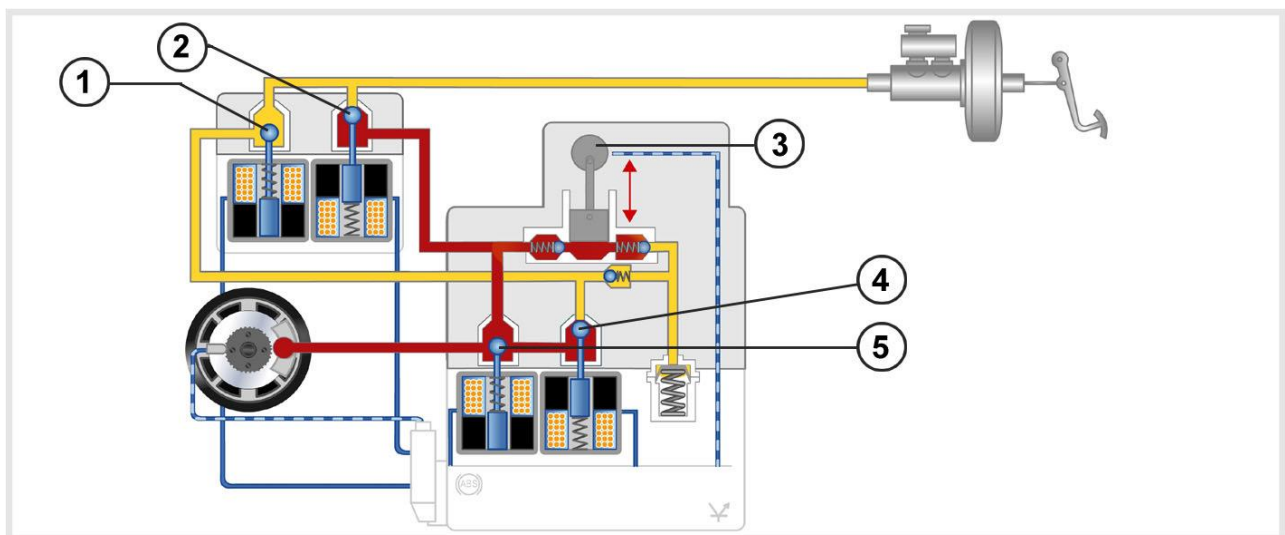

Figure 80. Régulation du contrôle dynamique de conduite.
Selon la situation, les freins peuvent être serrés sans intervention du conducteur. Lors d'une régulation (figure 80), le calculateur ferme alors l'électrovanne d'isolement (2) et ouvre l'électrovanne d'aspiration (1). La pompe (3) se met en marche et applique une pression de freinage sur la roue concernée. Lorsque la roue atteint le point de glissement, l'électrovanne d'admission (5) se ferme et l'électrovanne d'échappement (4) s'ouvre. Le calculateur pilote la régulation de la roue autant de fois qu'il le juge nécessaire.